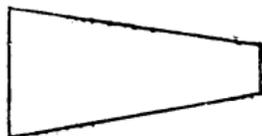
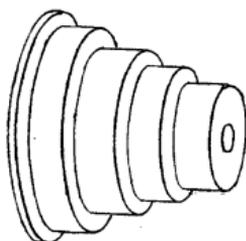

Fig. 155.
Fig. 156.
**Cône ou conique.** — Surface courbe dans laquelle le diamètre d'un bout est plus petit que le diamètre de l'autre bout (fig. 155). Se dit aussi d'une poulie à courroie de diamètres variables étagés régulièrement (fig. 156), très employée dans les machines-outils pour faire varier la vitesse à volonté. Il y a aussi les cônes de friction des turbines ou d'autres applications pour arbres à grandes vitesses.